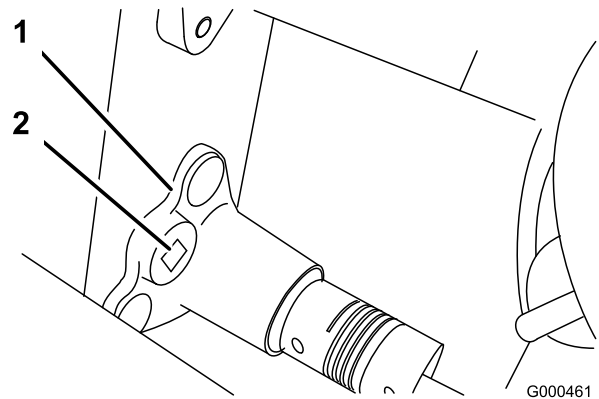

Figura 40
- B. Con una chiave torsiometrica da 9,5 mm (3/8") girate la sede del cuscinetto ad una coppia di 4-4,5 Nm per impostare la tensione della cinghia (Figura 40).